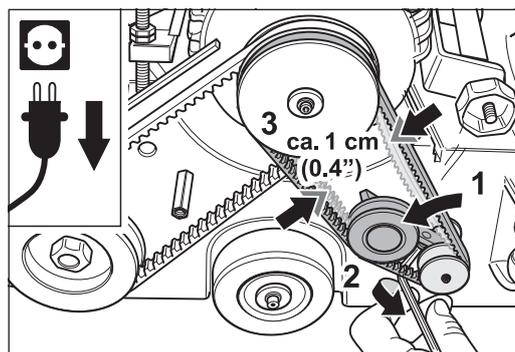

Fig. 54 Tensado de la correa trapezoidal del sistema de aspiración con el tensor de la correa.
- 6 Tense, girando la abrazadera tensora, la correa más pequeña para la aspiración y apriete con cuidado el tornillo de apriete (Fig. 54).